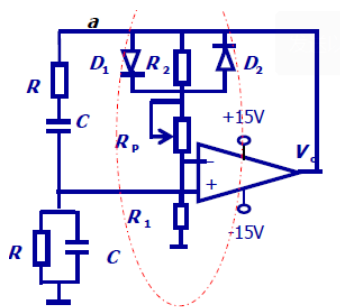

Figure 2: 振荡原理图
如图2所示， V_o 很小时， D_1 和 D_2 开路，等效 R_f 较大，从而 A_{vf} 很大，有利于起振。 V_o 增大后 D_1 和 D_2 短路，等效 R_f 减小，从而 A_{vf} 减小，使 V_o 趋于稳定。无输出时调节 R_p 以调整负反馈系数，从而调节放大电路部分的增益，使其满足振荡的幅值条件。
1. 若想改变图2所示电路的振荡频率, 需要调节电路中哪些元件?